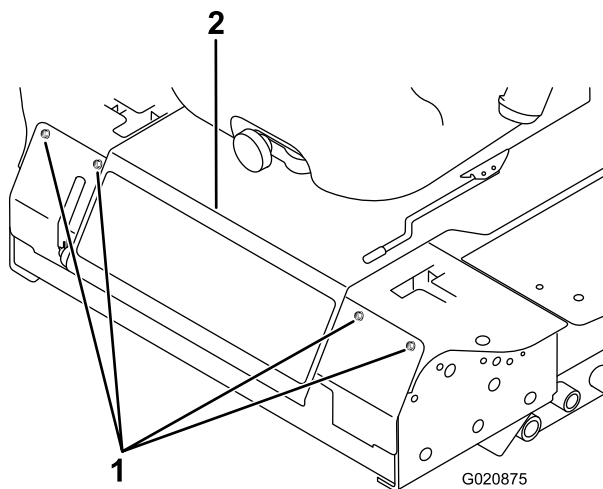

Figura 58
3. Retire os parafusos que fixam o painel dianteiro e retire o painel (Figura 58).